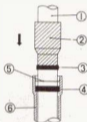
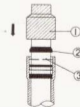
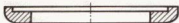

Bild 185
Bild 186
Bild 188
Zwischenbemerkung: Bei dem in Bild 187 gezeigten Gabelholm entstanden dadurch Schwierigkeiten beim Auspressender Wellendichtung, dass diese sich verkatthalte. Da spritzte dann eine Menge Öl vorbei, aber der Dichtung rührte sich nicht vom Platz. Abhilfe schaffte der Gleithammer nach Bild 56.13: Wie in Bild 185 angesetzt brechte er die Wellendichtung zunächst in die richtige Position. Eine erneute Druckerzeugung führte dann zum Erfolg.
- Mit gleichem Werkzeug Distanzring (6) und Wellendichtung (5) einbauen. Einbaulage des Distanzrings ist in Bild 188 gezeigt. Wellendichtung so einbauen, dass Beschriftung nach oben weist. Spezialwerkzeug nach Bild 58. 13 sorgt dafür, dass Wellendichtung nicht verkratzt. Schief sitzende Wellendichtungsdichtung nicht ab, auch nicht, wenn sie ganz neu ist! Den Montagevorgang zeigt Bild 185.
- Sprantring (4) in die vorgesehene Nut einsetzen.
- Staubdichtung (3) montieren (mit umgedreht angelegtem Gleithammer antreiben, siehe Bild 186).
- Feder (9), Federkeller (8), kurze Feder (8) und Verschlussstopfen (19) mit O-Ring montieren und mit Sprantring (18) sichern.
- Faltenbalg (46) aufziehen.